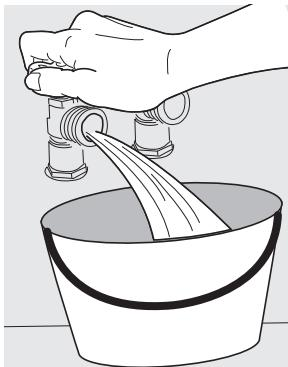

Fig. 1
- Faites couler l'eau des robinets d'eau chaude et froide pour rincer les conduites d'eau et éliminer les particules susceptibles d'obstruer les crêpines du robinet d'eau, et pour déterminer quels sont les robinets d'eau chaude et d'eau froide. (Fig. 1).